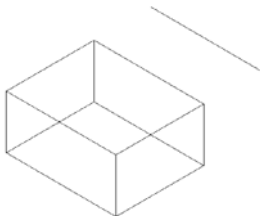

图 11.45 复制边
(3) 选择需要复制的边，并按回车键。
(4) 指定基点和第二点的位置即可，复制边后的效果如图 11.45 所示。